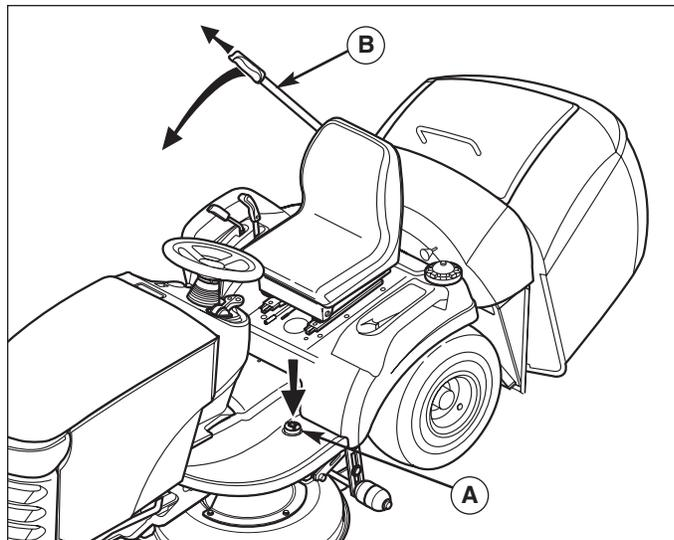

Figure 4. Pour vider la trémie
1. Retirer le bouchon du réservoir de carburant (A, figure 4).
1. Appuyer sur la pédale de décharge du collecteur d'herbe (A, Figure 4).
2. Allonger le levier du collecteur d'herbe (B) et l'utiliser pour vider le collecteur d'herbe.
3. Utiliser le levier (B) pour fermer le collecteur d'herbe, et le remettre dans le collecteur d'herbe.